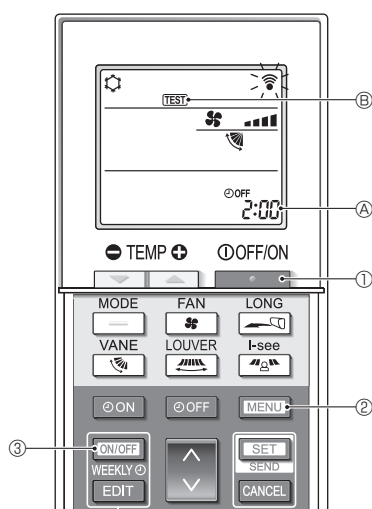

Fig. 7-5
■ Prova di funzionamento (Fig. 7-5)
- Premere il pulsante [ON/OFF] ① per arrestare il condizionatore d'aria.
- Se il timer settimanale è attivo (WEEKLY è acceso), premere il pulsante [ON/OFF WEEKLY] ③ per disattivarlo (WEEKLY è spento).
- Premere il pulsante [MENU] ② per 5 secondi.
- Premere il pulsante [MENU] ②.
- TEST ⑤ si accende e l'unità entra in modalità di prova di funzionamento.